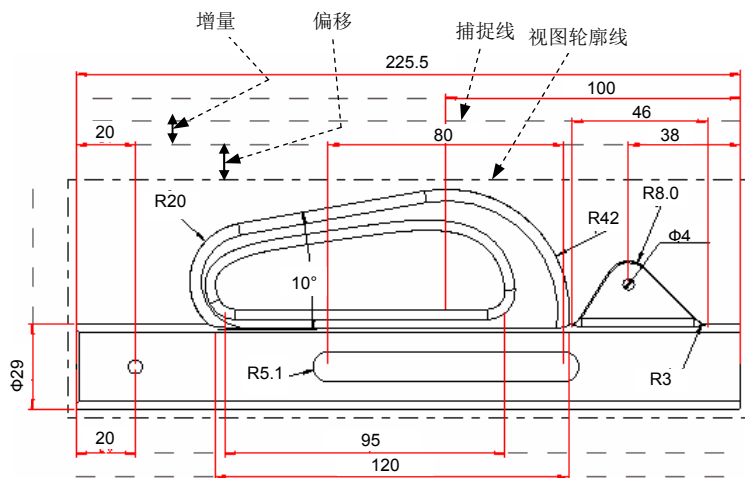

图 10.5.20 清理尺寸
Step2. 此时系统提示  选择要清除的视图或独立尺寸。，如图 10.5.20 所示，选择模型 body 的主视图并单击鼠标中键一次。
- “偏移”是设置视图轮廓线（或所选基准线）与视图中最靠近它们的某个尺寸间的距离（图 10.5.20）。输入偏移值并按回车键，然后单击对话框中的 **应用** 按钮，可将输入的偏距值立即施加到视图中，并可看到效果。一般以“视图轮廓”为“偏移参考”，也可以选取某个基准线为参考。
- “增量”是两相邻尺寸的间距（图 10.5.20）。输入增量值并按回车键，然后单击对话框中的 **应用** 按钮，可将输入的增量值立即施加到视图中，并可看到效果。